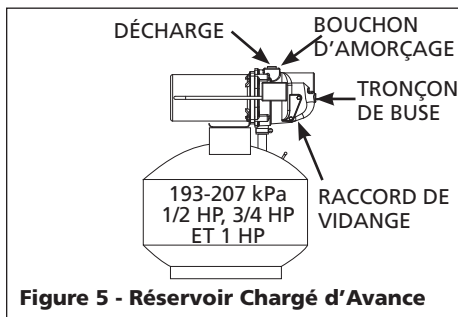

Figure 5 - Réservoir Chargé d'Avance
1. Enlever le bouchon de vidange et le bouchon d'amorçage pour ventiler le système (Figure 5 à la page 16).